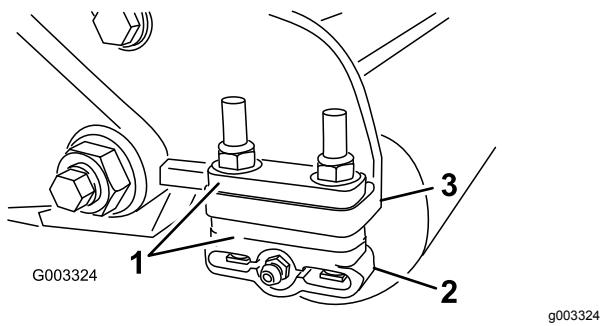

Figura 14
- Ajuste os suportes do rolo traseiro (Figura 14) na altura desejada do limite de corte posicionando a quantidade necessária de espaçadores por baixo da flange de montagem da placa lateral (Figura 14) de acordo com o quadro de altura de corte.